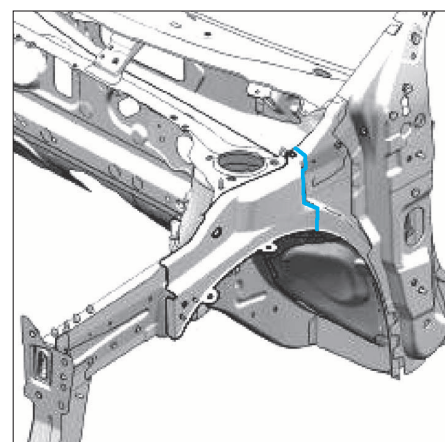

FIG. 11
- Remplacement partiel partie avant (Fig.11).